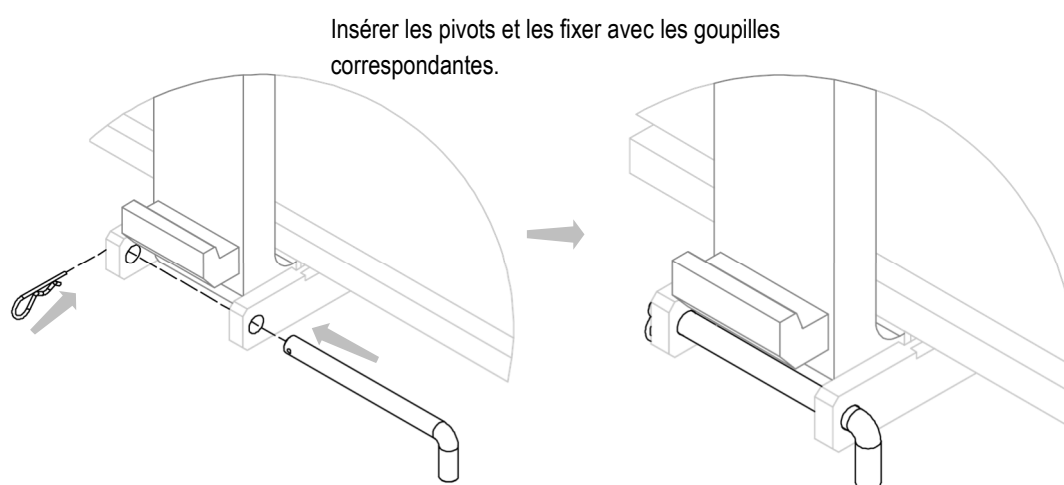

Figure 9
6. Fermer les butées de fourche (voir *Figure 9*).